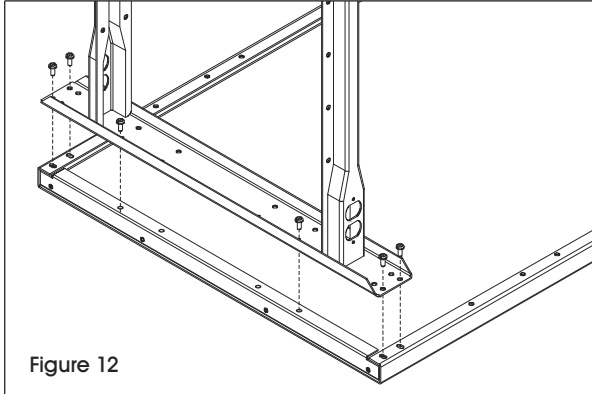

Figure 12
1. Alignez les trous des pieds sur l'extrémité de la surface de la table. Sécurisez le pied (2) avec six boulons de 1/4-20 x 5/8 po. Des douilles filetées sont fournies. (Voir Figure 12)